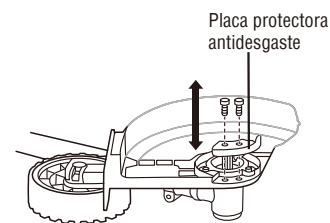

Fig.8
5. Monte la nueva placa protectora antidesgaste en el centro del protector de la cuchilla y bloquéelos con los dos tornillos. (Fig.8)